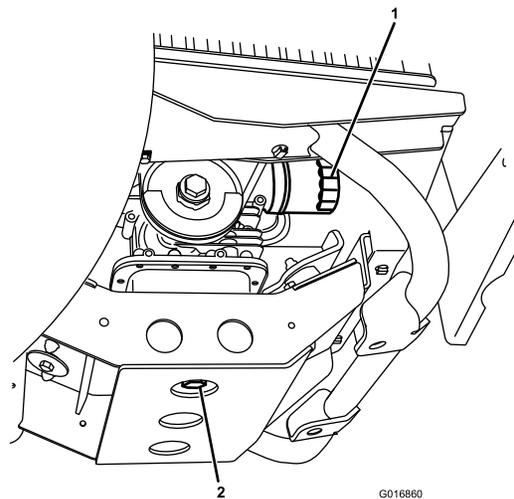

Figure 24
5. Retirez le bouchon de vidange (Figure 24) et laissez couler l'huile dans un bac de vidange.
2. Déposez le filtre à huile (Figure 24).